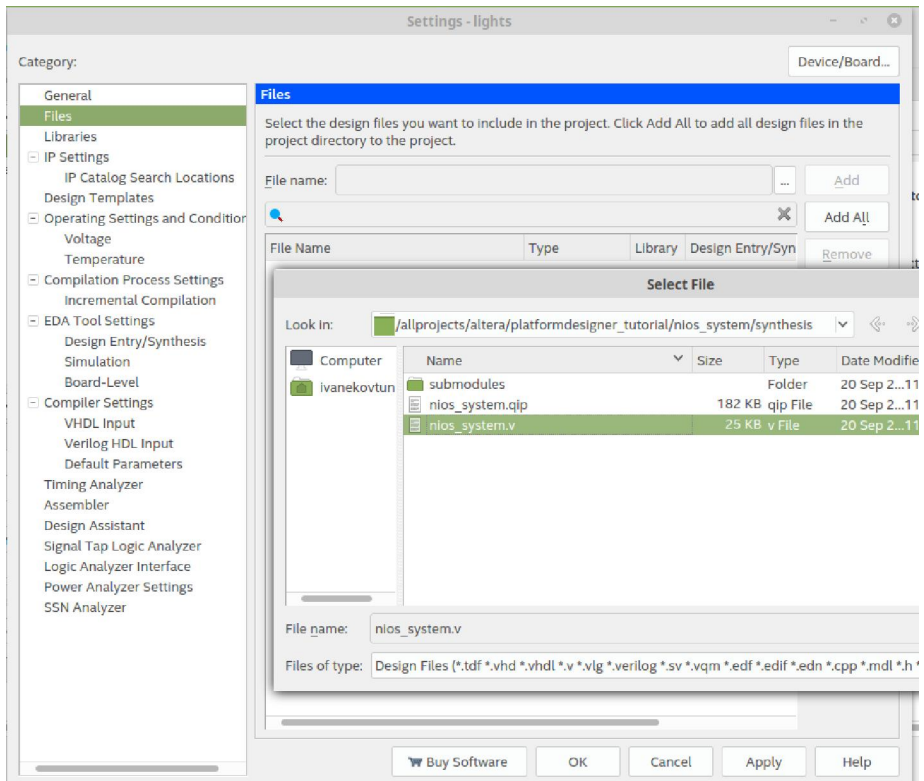

Рисунок 20. Додання файлу *nios_system.v*
16. Поверніться до головного вікна середовища *Quartus Prime*. Наразі необхідно долучити до проекту створену *nios_system*. Для цього у вікні *Project Navigator* → *Files* (зліва) натисніть правою кнопкою миші на піктограмі *Files* та оберіть команду *Add/Remove Files in Project* з контекстного меню. Відкриється вікно додавання файлів. Додайте файл *platformdesigner_tutorial/nios_system/synthesis/nios_system.v* (рис. 20). Так само додайте файл *nios_system.qip*, що знаходиться у папці разом з *nios_system.v*.